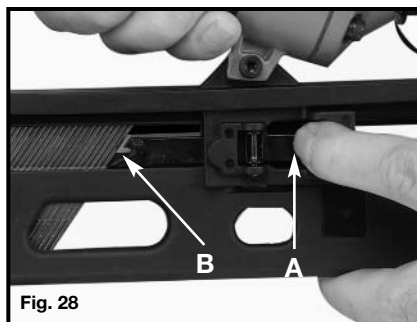

Fig. 28
- Presione la palanca (A), Fig. 28, para soltar el mecanismo del seguidor y deslice todos los sujetadores que queden hasta sacarlos de la recámara.
- NOTA:** Asegúrese de que la punta (B), Fig. 28, no toque la tira de clavos.